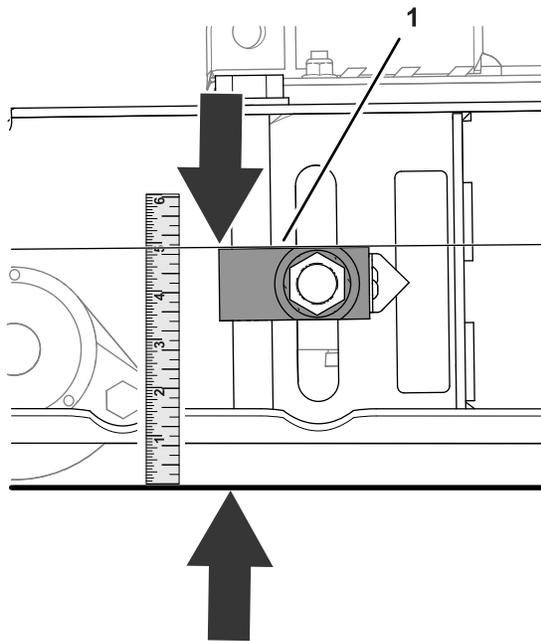

図 81
2. アジャスタブロックの上面から床面までの距離を測定する **図 81**。